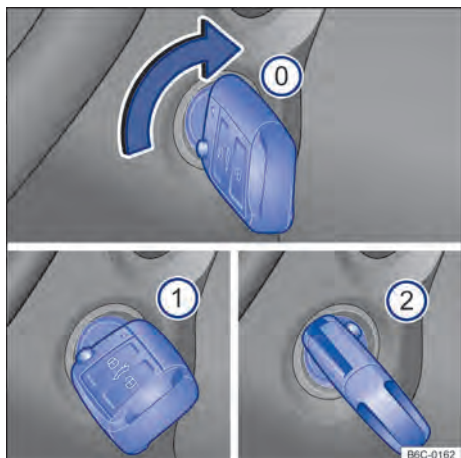

Fig. 91 Ao lado do volante, à direita: posições da chave do veículo no cilindro da ignição.
Posições da chave do veículo → **Fig. 91**
- ① Ignição desligada. A chave do veículo pode ser retirada.
- ① Ignição ligada.
- ② Pisar no pedal do freio (*veículos com transmissão automática*), ou no pedal da embreagem (*veículos com transmissão manual*) e ligar o motor. Quando o motor pegar, soltar a chave da ignição. Ao soltar, a chave do veículo retorna à posição → **Fig. 91** ①.
- **Veículos com cilindro da ignição:** girar a chave do veículo na posição → Fig. 91 ①. A ignição está ligada. Nesse instante a luz de controle do sistema de partida aquecida 🔌 irá se acender no instrumento combinado. Aguardar que a luz de controle 🔌 se apague indicando o término do aquecimento do combustível (esta ação poderá ser necessária em condições de partida com o motor frio).
- **Veículos com cilindro da ignição:** girar a chave do veículo no cilindro da ignição para a posição → Fig. 91 ② – não acelerar. Quando o motor começar a funcionar, soltar a chave do veículo no cilindro da ignição.
- *Veículos com cilindro da ignição*: girar a chave do veículo no cilindro da ignição na posição → Fig. 91 .